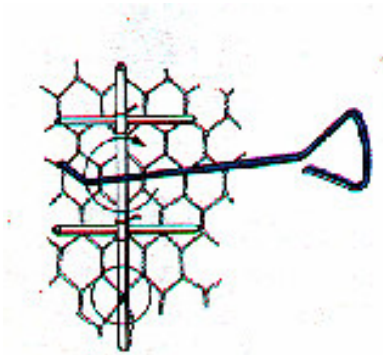

Figura 2
- 5) Coloca-se por fora a tela de pinto (malha 1,2 cm) para receber a massa, menos no fundo que não é necessário, então construímos uma gaiola. Usa-se uma técnica de amarrar a tela para evitar bolsões entre as telas melhorando o reboco com a argamassa (veja figura 2).